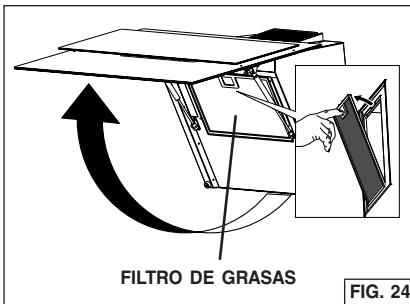

FIG. 24
1. Para retirar el filtro de GRASAS, presione la lengüeta del pestillo para desprender el filtro de la campana. Incline el filtro hacia abajo y retírelo. Fig. 24.